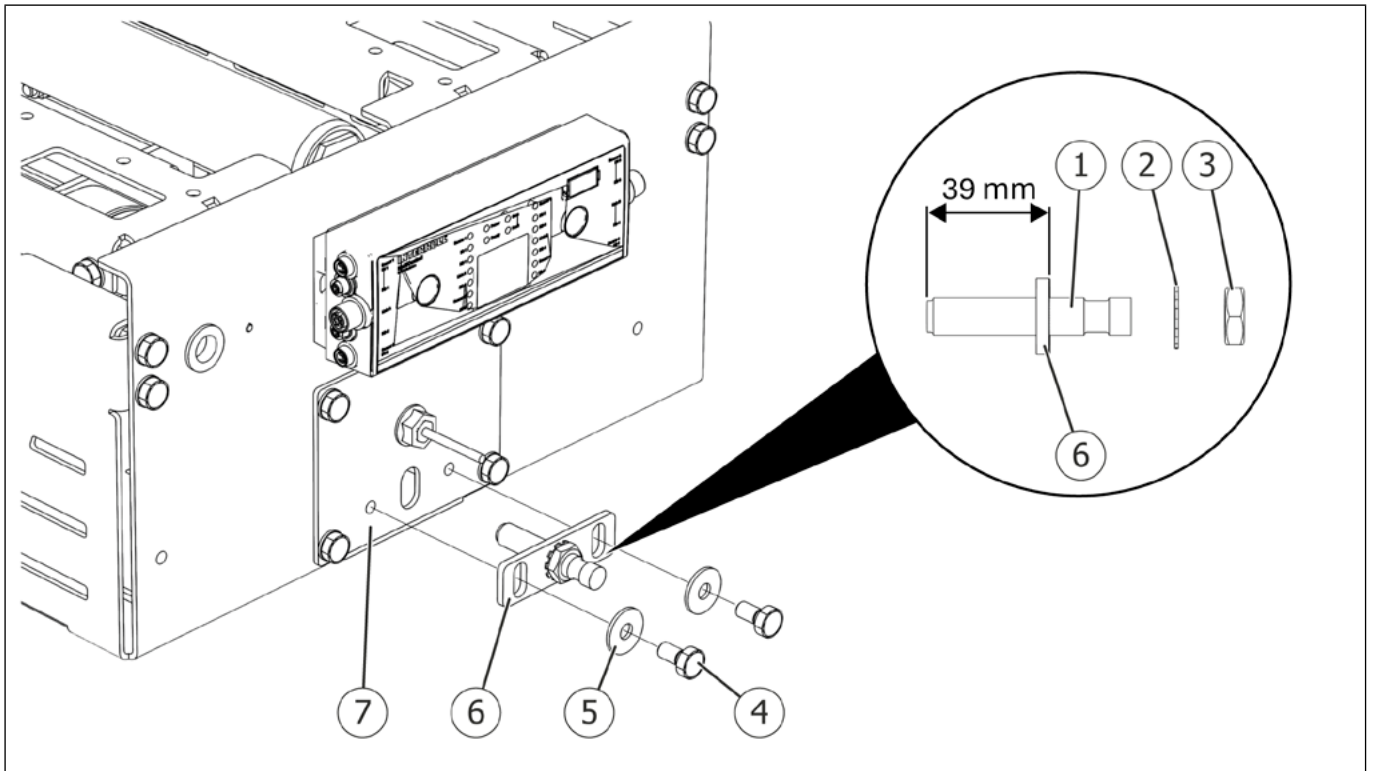

Fig. 5
- La fiche a été retirée du capteur (Fig. 5/1).
1. Dévisser les vis de fixation (Fig. 5/4) et les retirer du support de capteur (Fig. 5/6) avec les rondelles (Fig. 5/5).
2. Retirer le support de capteur avec le capteur (Fig. 5/1) du cache du moteur (Fig. 5/7).
3. Desserrer l'écrou (Fig. 5/3) et le retirer du capteur avec la rondelle dentée (Fig. 5/2).
5. Visser le nouveau capteur (Fig. 5/1) dans le support de capteur (Fig. 5/6) de manière à ce que la mesure indiquée sur la photo soit réglée avec précision...
Avant de visser le capteur, mesurer et marquer sur le capteur la cote indiquée Fig. 5 ; ensuite, le capteur peut être vissé dans le support de capteur jusqu'à ce que la marque sur le bord avant du support de capteur soit alignée.
6. Placer la rondelle dentée (Fig. 5/2) et l'écrou (Fig. 5/3) sur le capteur et serrer l'écrou.
7. Placer le support de capteur avec le capteur sur le cache du moteur (Fig. 5/7) et le visser avec les vis (Fig. 5/4) et les rondelles (Fig. 5/5).